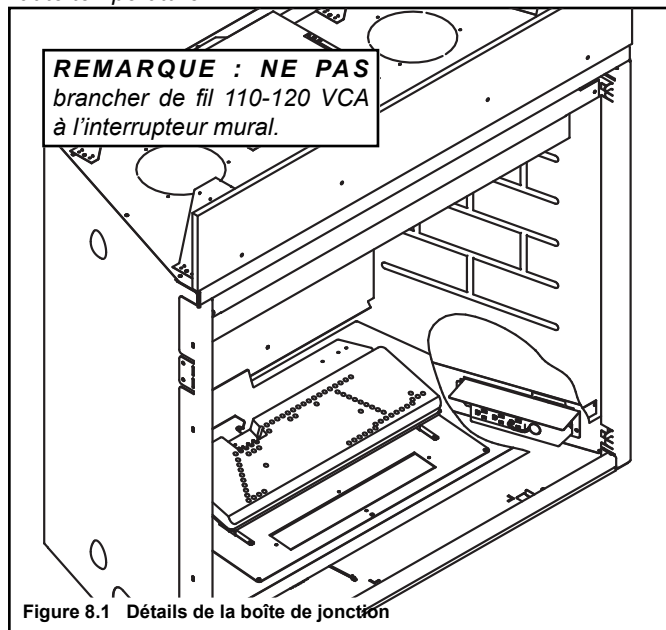

Figure 8.1 Détails de la boîte de jonction
- Enlevez la vis retenant la boîte de jonction/le réceptacle à l'enveloppe extérieure, tournez la boîte de jonction pour la dégager de l'enveloppe extérieure. Voir les figures 8.1 et 8.2.
- Introduisez les fils électriques depuis l'extérieur de l'appareil par cette ouverture, jusqu'au compartiment de vanne, et fixez avec un connecteur Romex. Voir la figure 8.1.